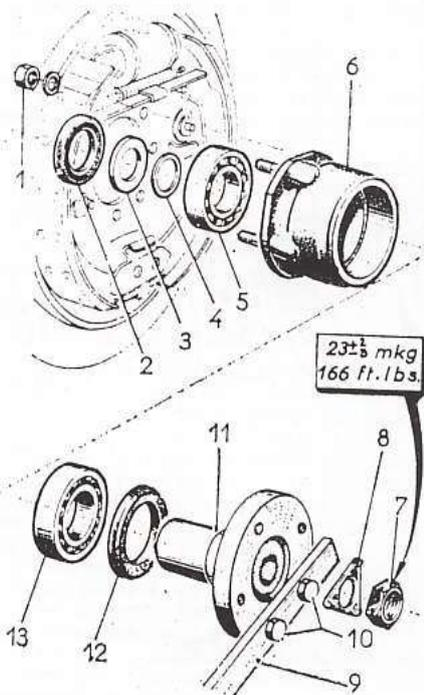

Fig. 92. — Fixation d'un moyeu AV
- Rabattre le frein (8) (fig. 92) et déposer l'écrou (7). Pour pouvoir le débloquent, immobiliser le moyeu (11) au moyen d'une barre (9) fixée par 2 vis (10) et prenant appui sur le sol.